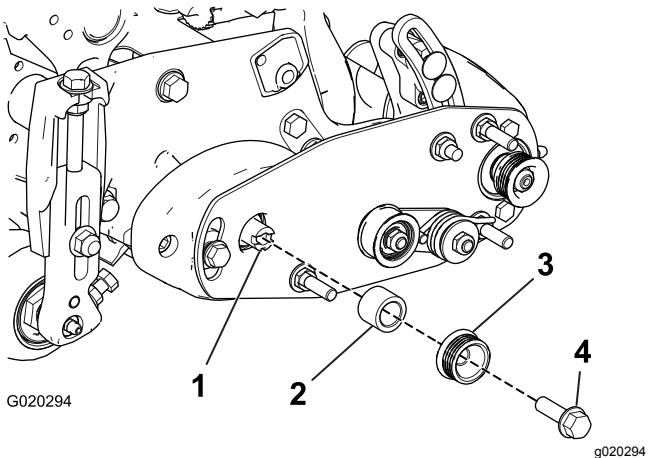

Figura 14
1. Instale el espaciador sobre el eje del alojamiento del cojinete (Figura 14).
2. Instale la polea motriz en el espaciador y sobre el árbol de transmisión (Figura 14).
3. Sujete la polea y el espaciador al árbol de transmisión con un perno con arandela prensada (5/8" x 1 1/4"); consulte Figura 14. Apriete el perno a entre 47 y 54 N·m.